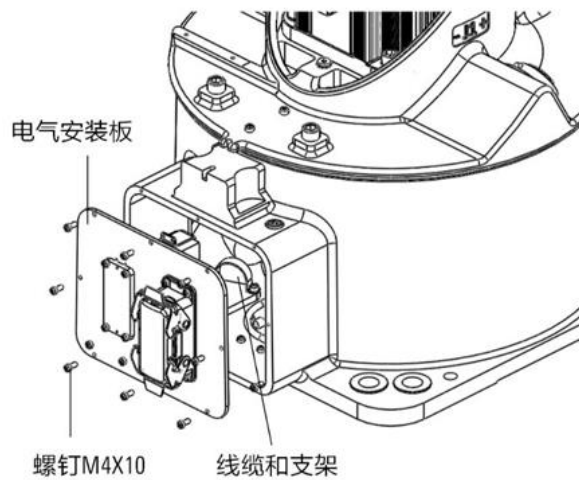

图 12-2 底座内部线缆示意图
步骤1. 拆卸电器安装板，如图 12-2 所示，抽出底座内部线缆。
- 步骤8. 按图 12-2 所示方向将线缆装入底座内部，在底座内呈“U 形”。